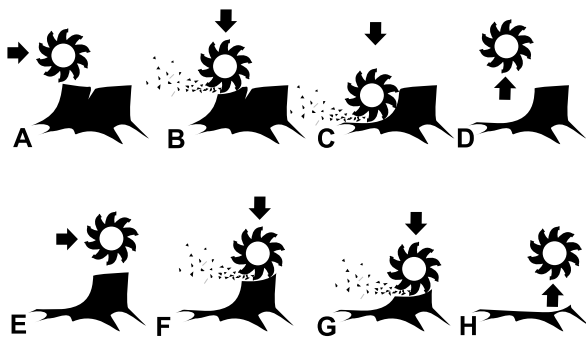

Figura 11
6. Mueva la rueda de corte, como si estuviera barriendo, hacia un lado y otro, bajando la rueda de 1 cm – 2.5 cm (½" a 1") aproximadamente antes de cada pasada, hasta que haya eliminado la parte delantera del tocón hasta el nivel del suelo (Figura 11, A – D).
8. Repita los pasos 5 a 7 hasta que haya eliminado el tocón por completo (Figura 11, E–H).